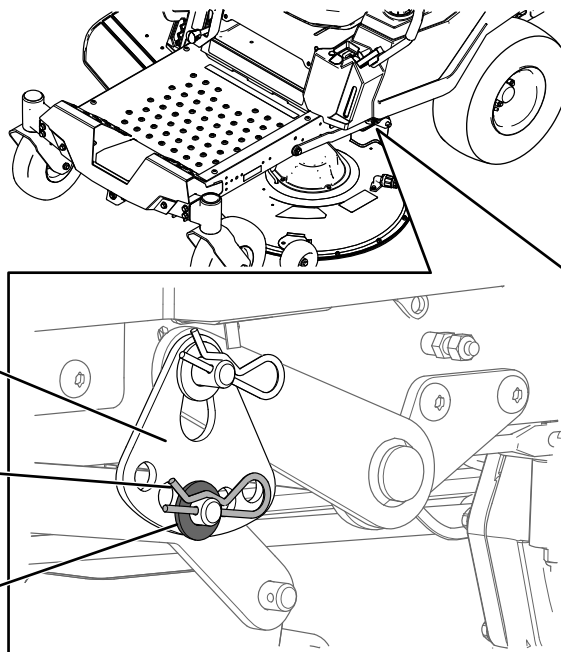

**Figura 68**
4. Posizionate 2 blocchi ciascuno con uno spessore di 6,6 cm sotto ciascun lato del bordo anteriore del piatto di taglio, ma non sotto le staffe del rullo antistrappo (Figura 68 o Figura 69).
5. Posizionate 2 blocchi ciascuno con uno spessore di 7,3 cm sotto il bordo posteriore della falda del piatto di taglio; 1 su ciascun lato del piatto di taglio (Figura 68 o Figura 69).